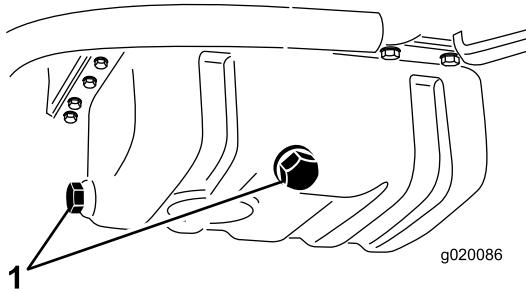

Figura 56
- Retire o tampão de escoamento (Figura 56) e deixe o óleo escorrer para um recipiente adequado. Quando o óleo parar, volte a montar o tampão de escoamento.